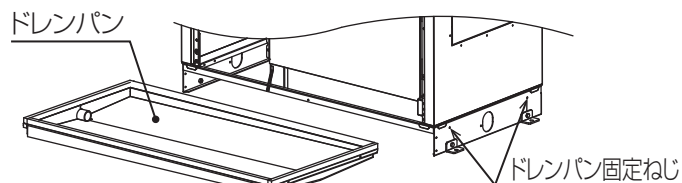

図 2
6. ユニットの幅方向に基礎を設置する場合は、[図 2] の ※ 寸法部を確実に支持出来るように施工してください。
2. 台枠左右のドレンパン固定ねじを外し、ドレンパンを手前に引出す。(段付きねじ：4本) [図 2]